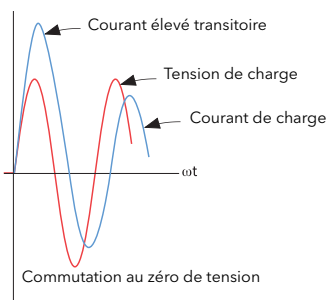

Figure 90 Définition du déclenchement retardé
- Delayed Trigger** Apparaît uniquement si Mode = Train d'ondes, Démarrage Progressif = Désactivé, et Type de charge = Transformateur. Le déclenchement retardé spécifie la durée du retard de déclenchement, en angle de phase, lorsque la puissance est délivrée à une charge de transformateur. Utilisé pour minimiser le courant d'appel. La valeur est configurable entre 0 et 90 degrés inclus (Figure 90).